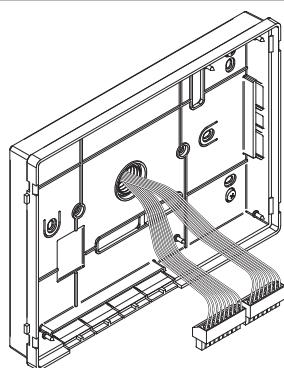
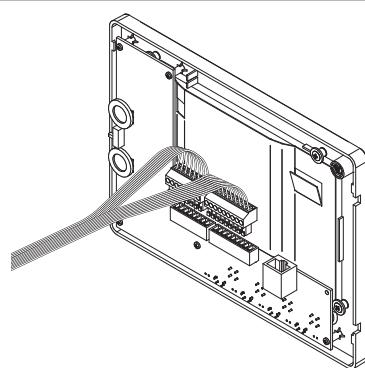

Fig. 5
Fig. 6
- Comme illustré sur la **Fig. 5**, effectuer le raccordement des conducteurs aux borniers mobiles selon le schéma fourni. Connecter les borniers à l'électronique ancrée au couvercle de l'interphone vidéo comme illustré sur la **Fig. 6** et procéder au test de l'installation avant de fermer l'interphone vidéo : les trimmers de réglage du contraste et de saturation de l'image sont accessibles uniquement avec l'interphone vidéo ouvert. Pour activer l'écran et voir les changements, utiliser la fonction « Allumage automatique » en appuyant sur le bouton (3).